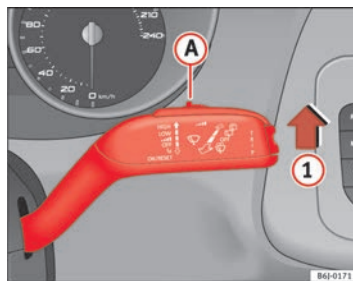

Abb. 61 Scheibenwischerhebel
- Bewegen Sie den Scheibenwischerhebel in Position ① ⇒ Abb. 61.